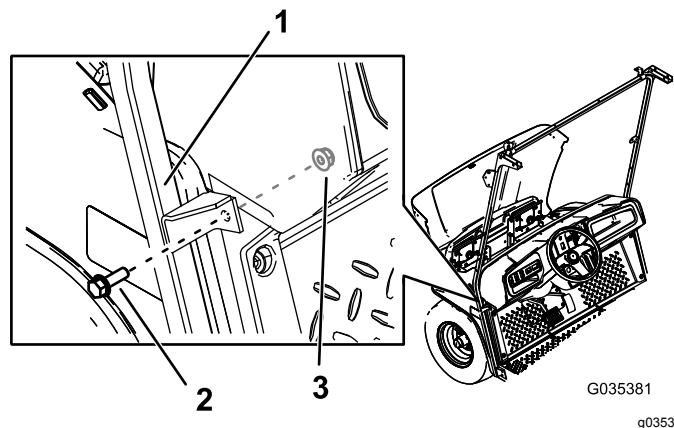

Figure 5
4. Fixez la patte centrale du support de pare-brise à la machine en insérant 2 boulons à embase hexagonale (5/16" x 1") et 2 écrous (5/16") dans les trous que vous avez percés (Figure 5).